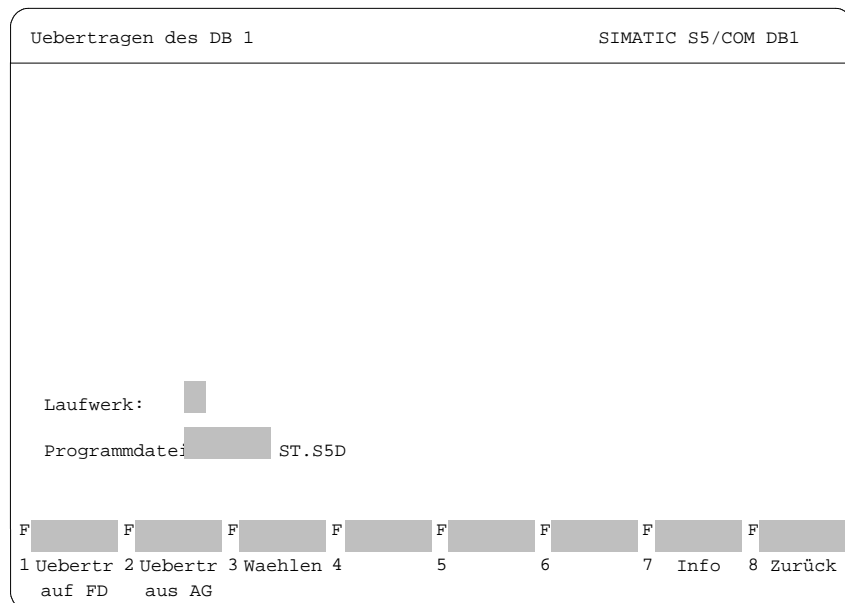

Bild 22-18 COM DB1-Maske *Übertragen des DB1*; *Uebertr ins AG* anwählen
1. Drücken Sie in der Maske *Uebersichtstabelle* (→ Bild 22-18) Taste **F3 DB1 Uebertr.**